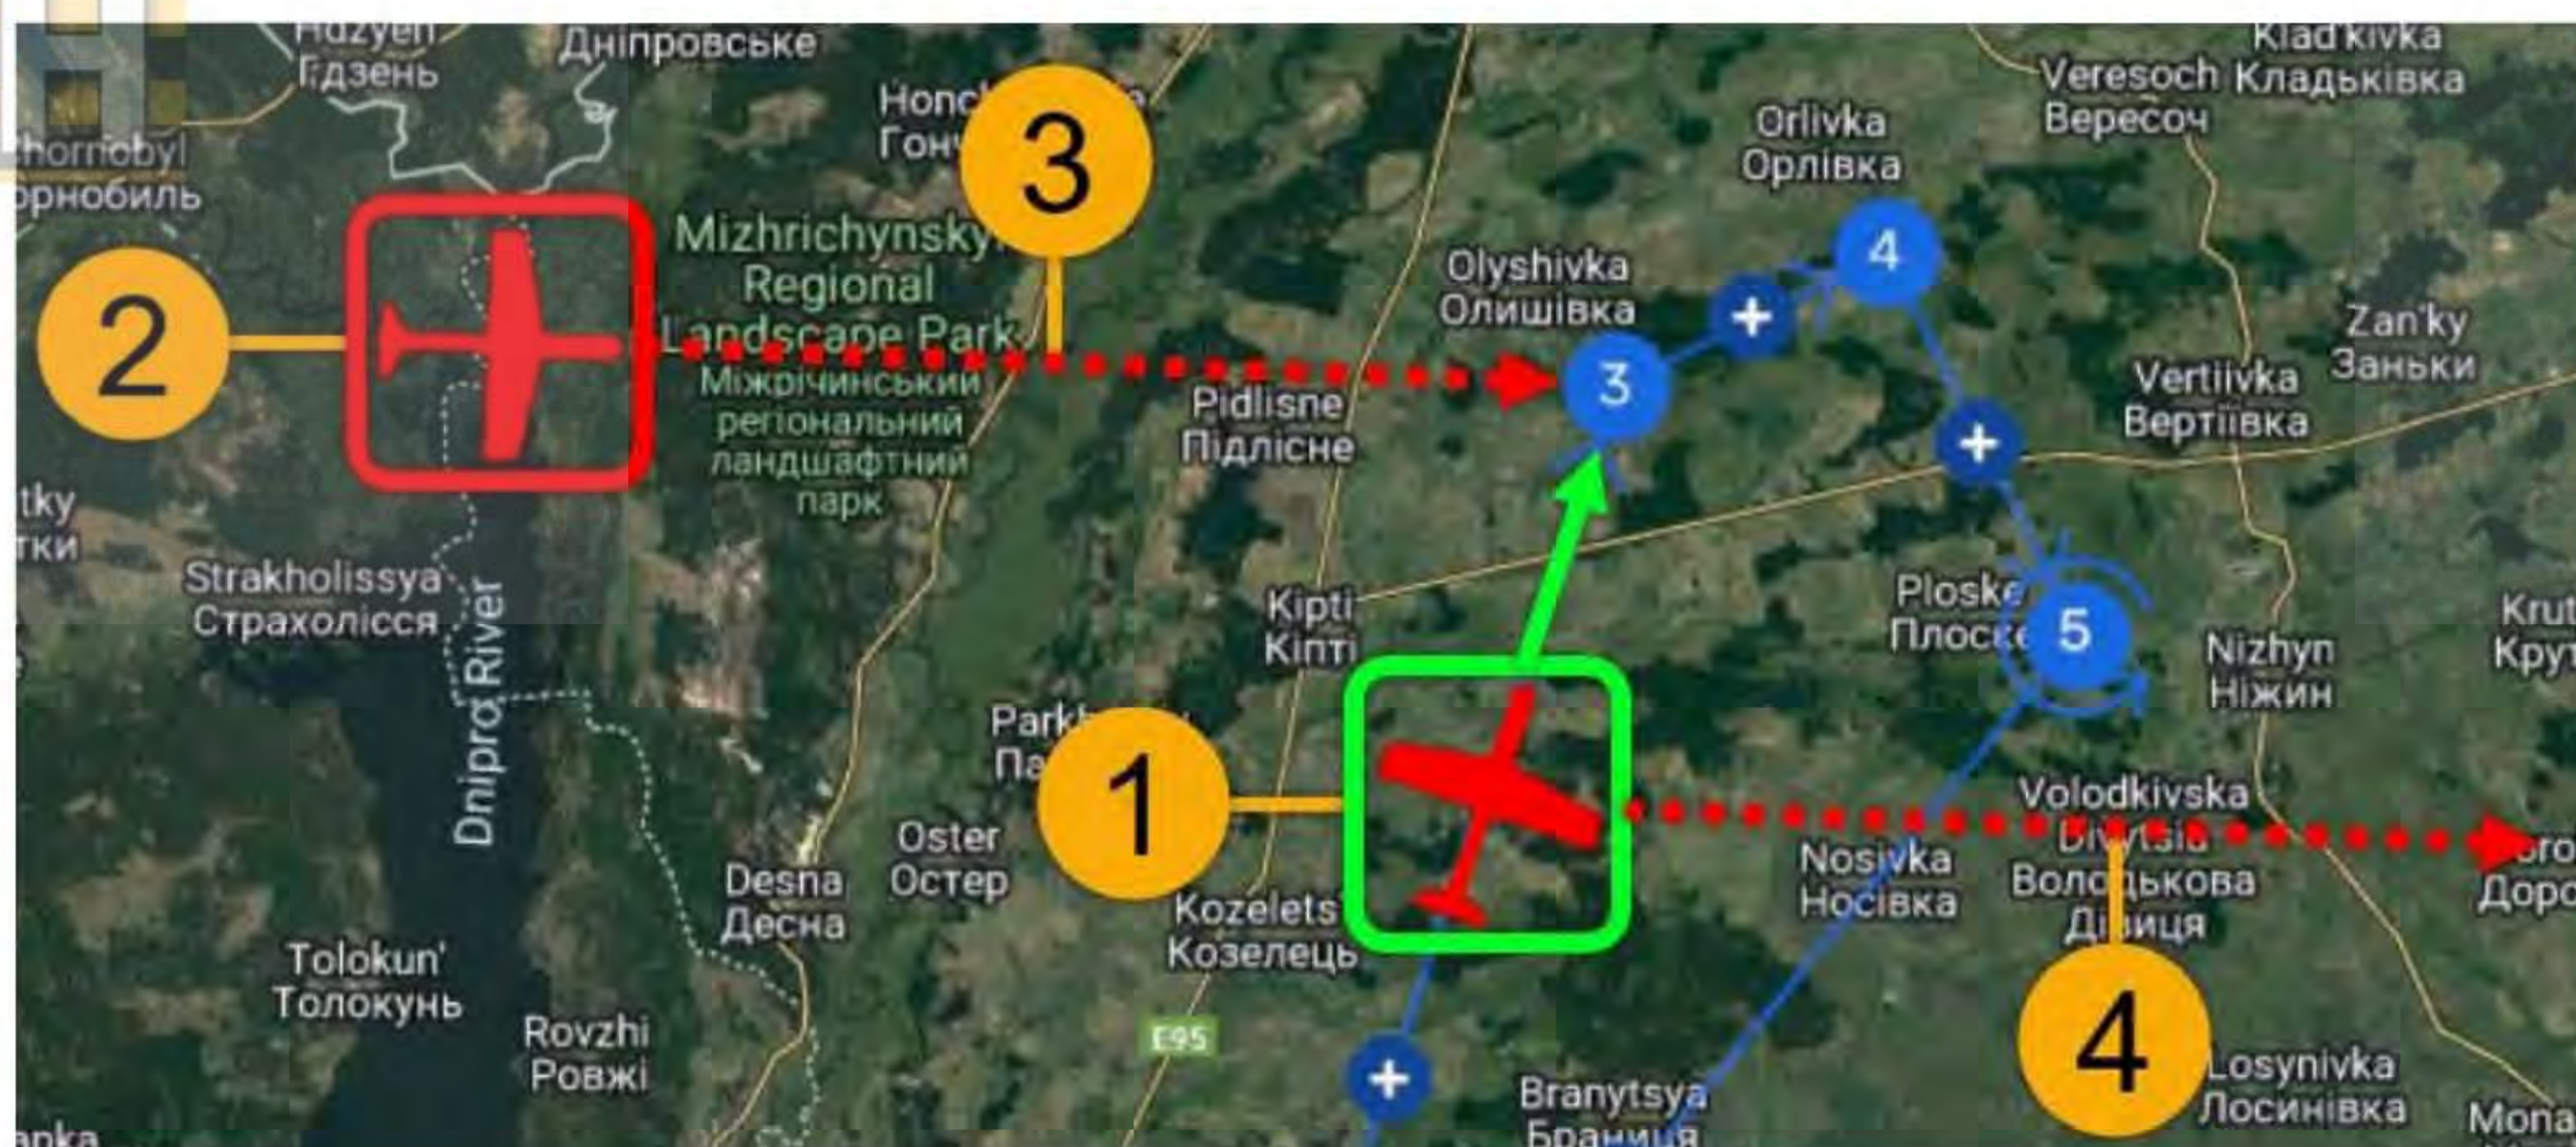

Рис. 2 Визуализация принципа действия спуфинга
До момента спуфинга, БпЛА летит в направлении ТМ по запланированной миссии, ориентируясь по сигналу из реальных созвездий спутников GNSS (1) (Рис. 2). В момент спуфинга, фактические координаты местонахождения БпЛА подменяются на фальшивые, из имитированного созвездия средств РЭБ, что приводит к моментальному перемещению иконки БпЛА в другое место на карте (2). Координаты ТМ не изменились, поэтому автопилот меняет направление полета БпЛА (3) на ТМ, учитывая собственные измененные координаты. Однако, фактическое местоположение БпЛА не изменилось, только его координаты. БпЛА начнет лететь в направлении от ТМ (4), но для автопилота движение БпЛА происходит в направлении к ТМ.